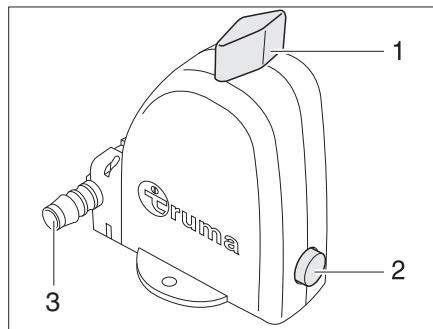

Fig. 228 Valve de sécurité et de vidange du chauffe-eau - Position de fonctionnement
Le chauffe-eau est équipé d'une valve de sécurité et de vidange (Fig. 228). La valve de sécurité et de vidange empêche que l'eau ne gèle dans le chauffe-eau lorsque le chauffage n'est pas allumé en cas de gel.
- ▷ Veiller à ce que la tubulure d'évacuation (Fig. 228,3) de la valve de sécurité et de vidange ne soit jamais obturée (p. ex. par des feuilles, du gel).
- Contrôler si l'interrupteur rotatif (Fig. 228,1) est en position "Fonctionnement" et est verrouillé.
- Actionner le bouton-poussoir (Fig. 228,2), la vanne de vidange est fermée.